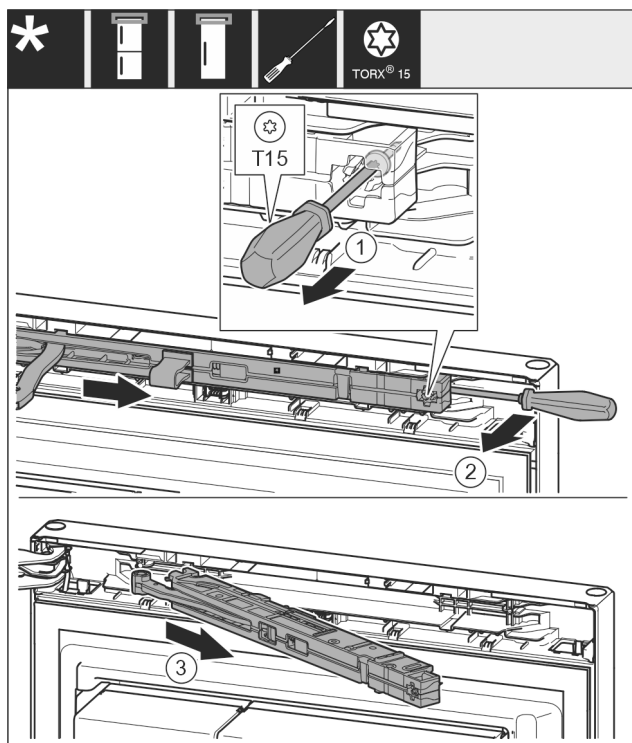

Fig. 12
- Schroef Fig. 12 (1) op sluitdemperunit met een schroevendraaier 14 mm losdraaien.
- Hef de sluitdemperunit Fig. 12 (2) aan de greepzijde naar voren met een schroevendraaier.
- Sluitdemperunit Fig. 12 (3) uittrekken.